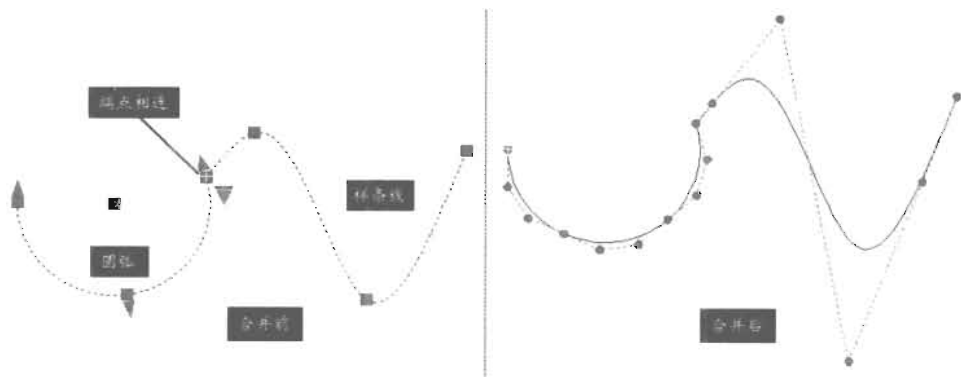

图 5-72
(2) 打开：打开闭合的样条曲线。如果在使用“闭合”选项前样条曲线的起点和端点相同，则样条曲线会返回到其原始状态。起点和端点保持相同，但失去其相切连续性（平滑）。如果在使用“闭合”选项前样条曲线为开放状态（其起点和端点不同），则样条曲线会返回到其原始开放状态，且会删除相切连续性。
(3) 合并：将选定的样条曲线、直线和圆弧在重合端点处合并到现有样条曲线。选择有效对象后，该对象将合并到当前样条曲线，合并点处将具有一个折点，如图 5-72 所示。